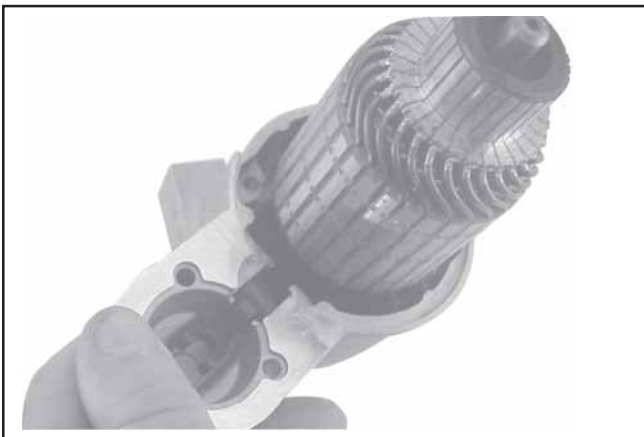

Figure 8-59. Installation de l'armature et du pivot du levier.
**REMARQUE !** Si l'installation est correcte, la section du pivot central du levier d'entraînement doit être au même niveau ou en dessous de la surface usinée du carter accueillant la rondelle de support. Voir la Figure 8-59.